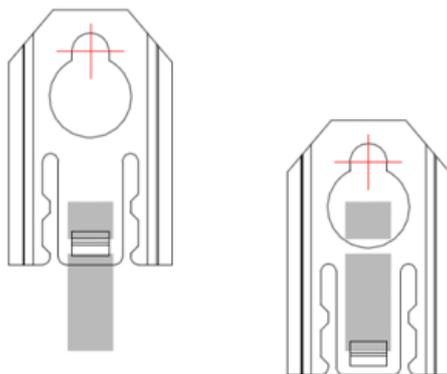

Рисунок 7.2 Кронштейн для крепления счетчика РТМ-01(Д) в верхней точке.
3. Установите металлический кронштейн с отверстием для подвешивания счетчика в правильном положении (см. Рисунок 7.2).